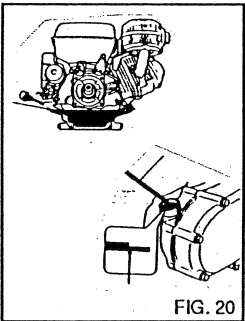

FIG. 20
Vor jedem Anlassen muss der Ölstand im Benzinmotor durch Herausziehen des Verschlussdeckels mit Kontrollstab kontrolliert werden (Abb. 20). Das Öl nach den ersten 20 Betriebsstunden auswechseln, dann alle 100 Betriebsstunden.
3) Den Verschlussdeckel mit Kontrollstab entfernen (Abb. 20).
6) Durch die obere Öffnung Öl einfüllen und den Ölstand mit dem Kontrollstab kontrollieren (Abb. 20).